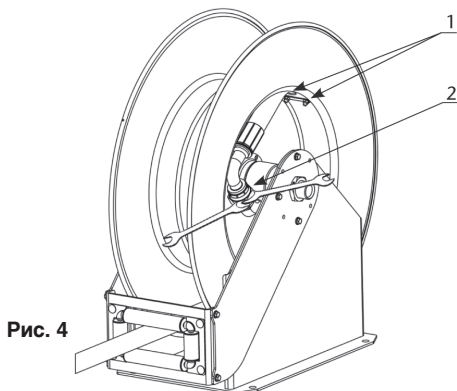

Рис. 4
2. Снять U-образный болт, ослабив гайки (1), отсоединить шланг от шарнира (2) с помощью двух ключей (рис. 4).
- Отсоединить шланги от входного вала (1) и шарнирного соединения (2) (рис. 7). На шарнирном соединении использовать два гаечных ключа (рис. 4), чтобы не повредить вал.
- Ослабить и снять гайки установочных винтов (3).